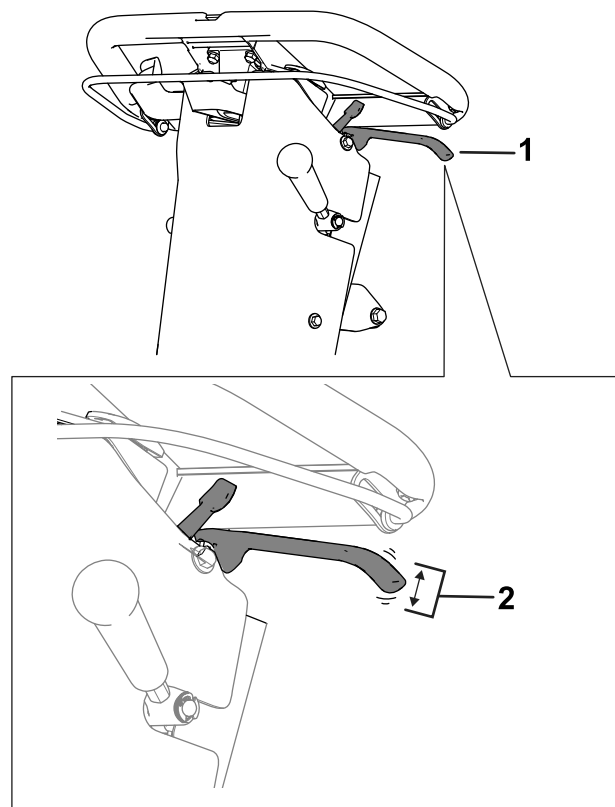

Figura 36
2. Mida la holgura en el extremo de la palanca del freno de estacionamiento (Figura 36).